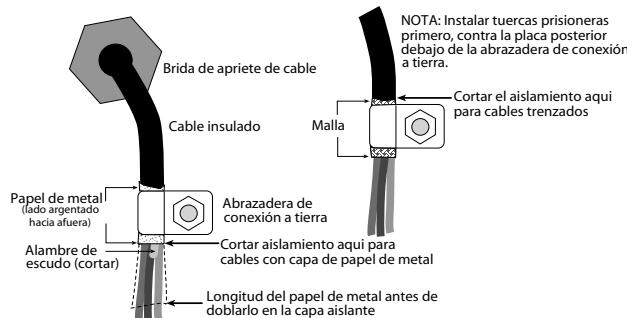

Figura 2-1. Abrazadera de conexión a tierra para cables con capa de papel de metal o malla de alambre
- Para cables con capa de papel de metal, pelar el aislamiento y la capa desde el cable por una media pulgada (13 mm) más allá de la abrazadera de conexión a tierra (vean la Figura 2-1). Doblén la capa hacia atrás hasta el punto donde el cable pasa por la abrazadera. Aseguren que el lado argentado (conductivo) de la capa está doblada hacia afuera para mantener contacto con la abrazadera de conexión a tierra.
aislamiento para exponer la malla donde el cable pasa por la abrazadera (vean la Figura 2-1).
- Encaminar los cables pelados por las bridas de apriete de cables y abrazaderas. Asegurar que las capas estén en contacto con las abrazaderas tal como se muestra en la Figura 2-1. Apretar las tuercas de las abrazaderas de conexión a tierra.